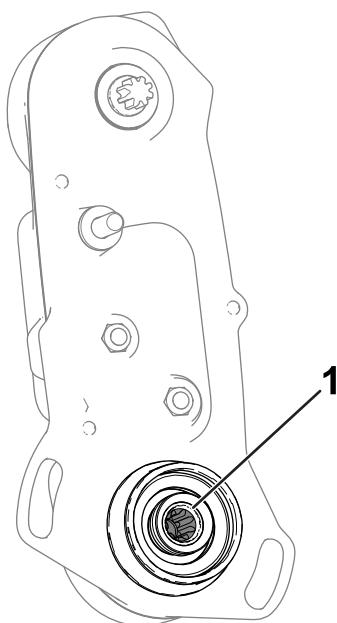

图 6
3. 检查滚刀驱动轴的图6内侧是否有任何剩余润滑脂。如果没有看到足够的润滑脂请向阳花键和阴花键轴添加更多润滑脂。